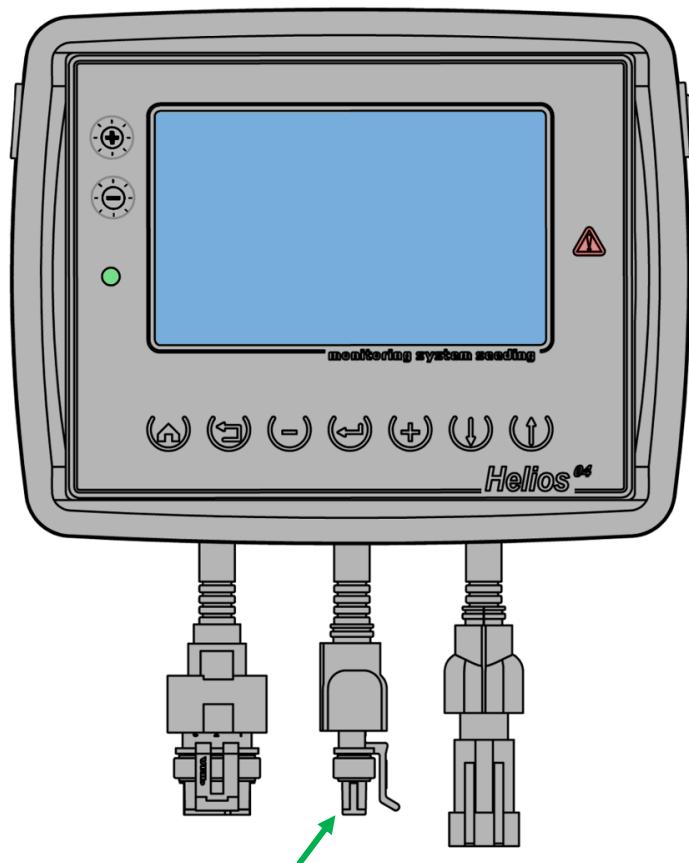

Рисунок 69 Кабельный ввод жгута связи RS-485
1. Отключите все датчики от кабельного ввода жгута связи на панели оператора (четырехконтактный разъем, см. Рисунок 69).
2. Датчик, которому нужно установить новый программный адрес, подключите к кабельному вводу жгута связи на панели оператора (см. Рисунок 69).